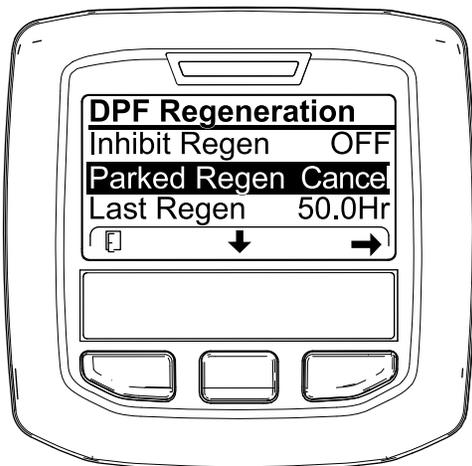

Figure 65
1. Ouvrez le menu DPF Regeneration (régénération du FAP) (Figure 65).
2. Appuyez sur le bouton central pour naviguer jusqu'à l'option PARKED REGEN CANCEL (Figure 65) ou RECOVERY REGEN CANCEL (Figure 66).
3. Appuyez sur le bouton droit pour sélectionner l'option Regen Cancel (annulation de régénération) (Figure 65 ou Figure 66).